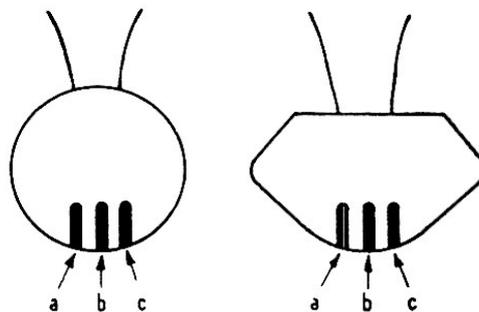

FIG. II-18
*Quatrième cas* : figure II-18.